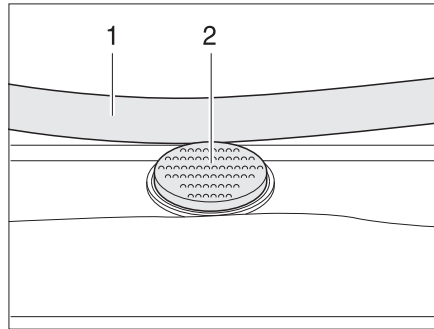

Bild 44 Låsknapp på Heki-takluckan
- Tryck på låsknappen (Bild 44,2) och dra ner bygel (Bild 44,1) med båda händerna.
- Tryck bygel uppåt med båda händerna tills bygel ligger ovanför låsknappen (Bild 44,2).